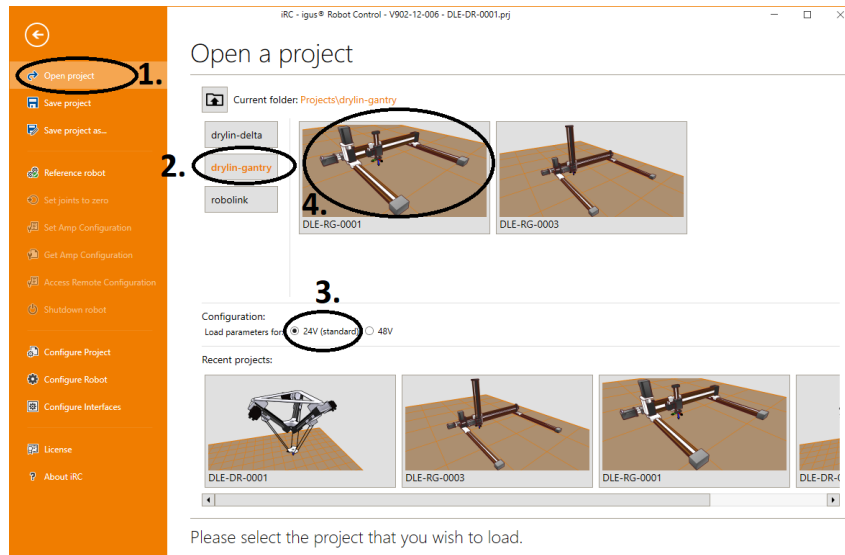

Abbildung 4: Projektauswahl
2. Starten Sie die iRC Software. Beim Start können Sie das auf Ihren Roboter zutreffende Projekt auswählen. Bitte beziehen Sie sich auf die Produktnummer bzw. den Produktnamen, die Projektnamen basieren auf diesen (siehe Abb. 4).